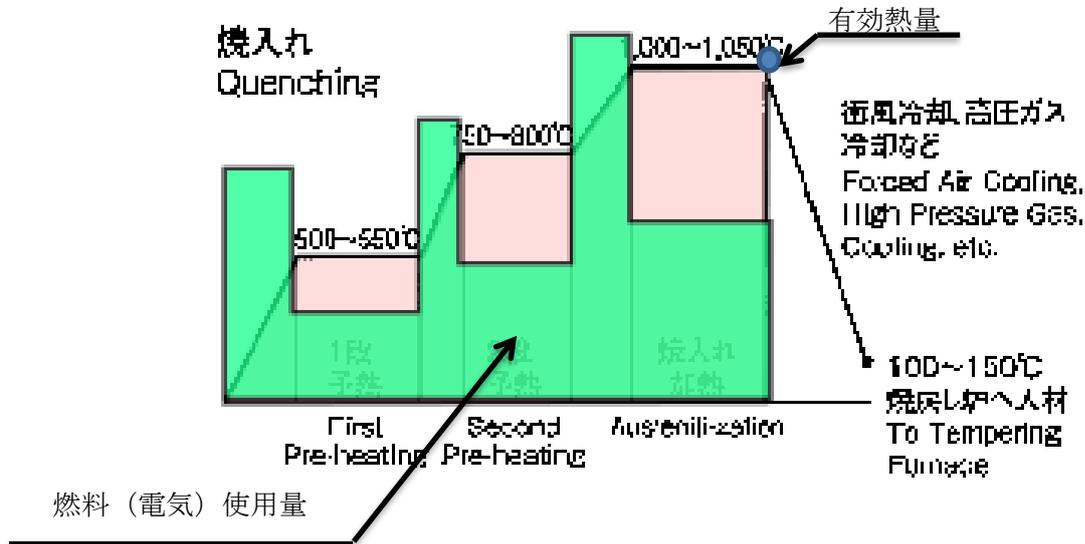
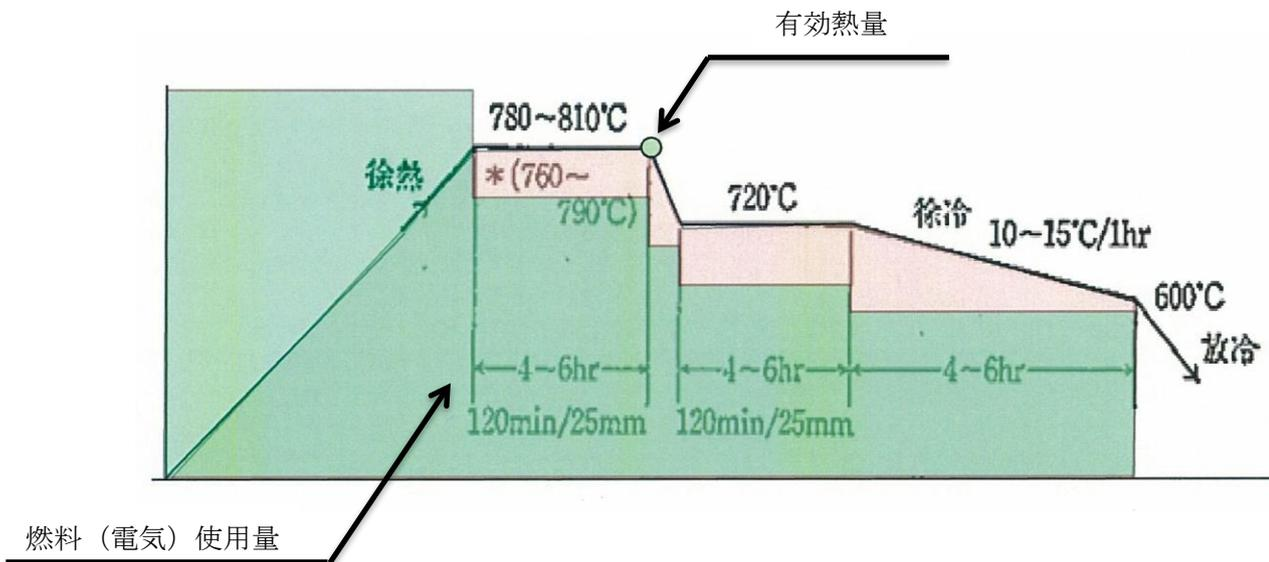

図.1 標準熱処理温度曲線/燃料（電気）投入パターン例
図.2 軸受鋼の焼きなまし曲線/燃料（電気）投入パターン例
- ⑤ 燃料と電気のエネルギー源を変えて省エネを図る場合、一次エネルギーで評価する。
- ⑥ 可燃性の雰囲気ガスは基本的に炉内で燃えることはないものとし、その発熱量は無視する。
- ⑦ 鍛造炉、溶解炉等で同一被加熱物の再加熱がある場合は、再加熱分の熱量を供給熱量に加える。
- ⑧ 熱処理炉のエネルギー使用量は、予熱・保熱時間でのエネルギー使用がある場合はその量も加えること (図.1、図.2)
- ⑨ バッチ炉であれば被加熱物の温度は被加熱物全体で一様 (転炉内の溶鋼のような例) と推定できるが連続炉であれば被加熱物は複数あり、入り口から出口にかけて
- ① 製造ライン中の工業炉の場合、炉出側での製品重量が不明な場合が多く、今回の計算では被加熱物の重量は炉の装入重量とする。最終製品重量が管理値の場合、スケールロス、ドロロス、次工程ロス（クroppロス等）等のロス分の比率で割って装入重量を求める。
- ② 材料の保有熱以外は損失熱として扱い、被加熱物の最高温度での含熱量を保有熱（有効熱）とする。
- ③ エネルギー使用量は予熱・保熱のエネルギーも加味する。連続炉で長時間定常操作であって、無視できる場合は除外することができる。
- ④ 熱処理炉の場合、被加熱物の最高温度での含熱量を保有熱（有効熱）とする。（図.2 図.3）前提として厚み方向に温度が一応であること。
- ⑤ 乾燥炉の目的とする被加熱物乾燥による水分の潜熱は有効熱に含む。
- ⑥ 特にバッチ炉の場合、蓄熱損失は無視できないので、損失熱として扱う。
- ⑦ 基準温度（雰囲気温度）は実態と乖離がない場合 20℃とする。
- ⑧ 誘導加熱式熱処理炉の場合、被加熱物の重量を加熱面積（cm²）×加熱深さ（浸透深さ）（cm）×比重とする。熱量（kWh）の計算は単位面積当たりの投入熱量（kWh/cm²）×加熱面積とする。
- ① 電気と燃焼を両方用いるハイブリット式工業炉